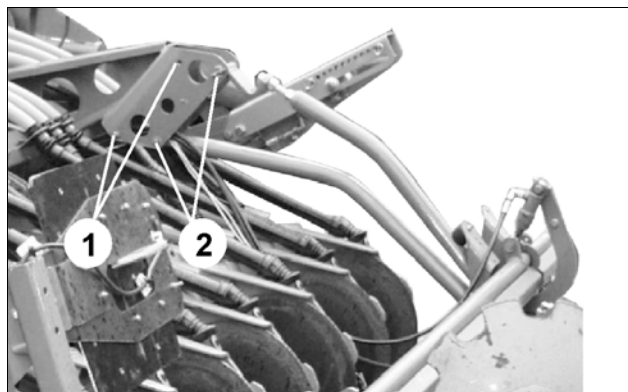

Fig. 24
- Monteringssteder (Fig. 24/1) ved anvendelse af normal- eller ROTEC-skær.
- Monteringspunkter (Fig. 24/2) ved anvendelse af ROTEC-skær.